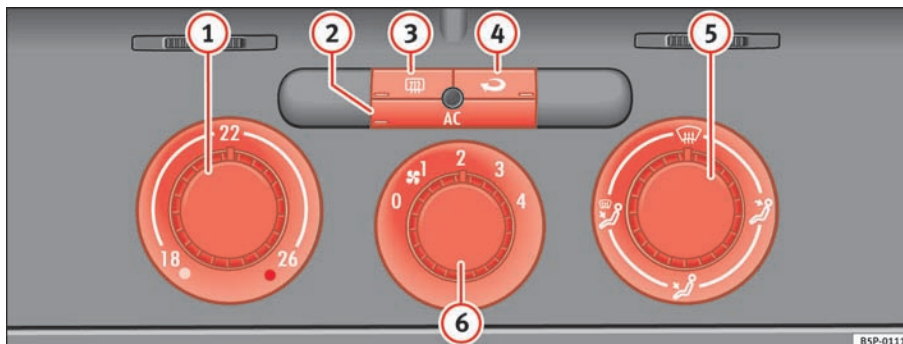

Fig. 130 På instrumentpanelet: betjeningselementer til Climatic
- Drej kontakten til temperaturregulering ⇒ fig. 130 ① med uret for at vælge den ønskede temperatur.